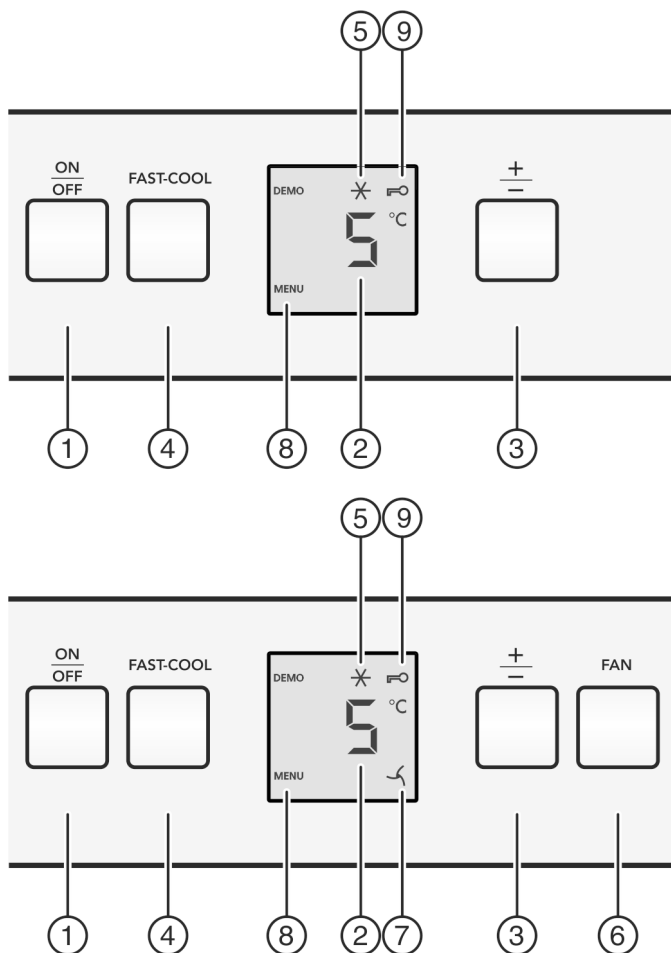

Fig. 2
- ▶ Appuyez sur la touche marche/arrêt Fig. 2 (1).
- ▶ Appuyer environ 5 secondes sur la touche Fast-Cool Fig. 2 (4).
- ▷ Le symbole Menu Fig. 2 (8) apparaît dans l'affichage.
- ▶ Confirmer brièvement avec la touche Fast-Cool Fig. 2 (4).
- ▷ Le symbole Sécurité enfants Fig. 2 (9) s'allume dans l'affichage.
- ▶ Appuyer brièvement sur la touche On/Off Fig. 2 (1).
- ▶ Appel de la fonction température : appuyer sur la touche de réglage « +/- » Fig. 2 (3).
- ▶ Modifier la température en étapes de 1 °C : appuyer plusieurs fois sur la touche de réglage « +/- » Fig. 2 (3) jusqu'à ce que la température choisie s'allume dans l'affichage de la température.
- ▶ Appuyer brièvement sur la touche Fast-Cool Fig. 2 (4).
- ▷ Le symbole Fast-Cool Fig. 2 (5) s'allume dans l'affichage.
- ▷ Le symbole Fast-Cool Fig. 2 (5) s'éteint dans l'affichage.